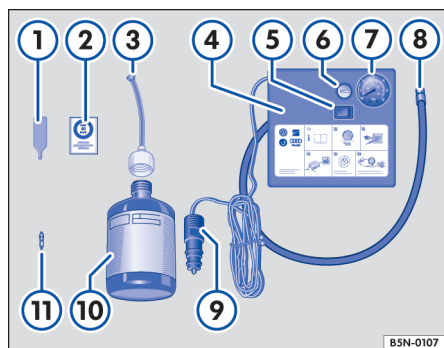

Fig. 246 Representação esquemática: componentes do kit de reparo dos pneus.
O kit de reparo dos pneus encontra-se no compartimento de bagagem sob o revestimento do assoalho. Ele é composto pelos seguintes componentes → Fig. 246:
12. Colar a etiqueta adesiva → Fig. 246 ② do kit de reparo dos pneus no painel de instrumentos, no campo de visão do condutor.
- Com a chave para remoção do elemento da válvula → Fig. 246 ①, desenroscar o elemento da válvula da válvula do pneu e colocá-lo sobre uma superfície limpa.
- Agitar a garrafa para enchimento dos pneus → Fig. 246 ⑩ algumas vezes com força.
- Rosquear a mangueira de enchimento → Fig. 246 ③ com firmeza no sentido horário sobre a garrafa para enchimento dos pneus. A película na tampa é perfurada automaticamente.
- Remover a vedação da tampa da mangueira de enchimento → Fig. 246 ③ e introduzir a extremidade aberta totalmente na válvula do pneu.
- Rosquear novamente o elemento da válvula com a chave para remoção do elemento da válvula → Fig. 246 ① na válvula do pneu.
- Rosquear a mangueira de enchimento dos pneus → Fig. 246 ⑧ do compressor de ar com firmeza na válvula do pneu.
- Verificar se o parafuso de sangria de ar → Fig. 246 ⑥ está fechado.
- Conectar o conector do cabo 12 V → Fig. 246 ⑨ em uma tomada 12 V no veículo → Página 232.
- Ligar o compressor de ar com o interruptor LIGA-DESLIGA → Fig. 246 ⑤.
- Deixar o compressor de ar funcionar até atingir 2,0 – 2,5 bar (29 – 36 psi / 200 – 250 kPa) → ⚠️. **Tempo de funcionamento máximo: 8 minutos** → ⑩.
Reconectar a mangueira de enchimento dos pneus → Fig. 246 ⑧ e ler a pressão dos pneus no indicador da pressão dos pneus ⑦.